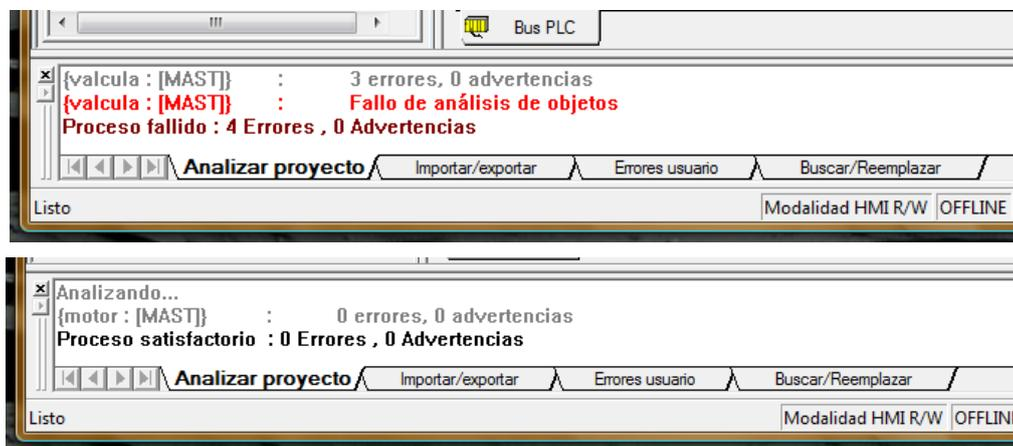

Figura 28. Botones de UnityPro para analizar y generar un proyecto.
- **Analizar proyecto.** Analiza un proyecto en busca de errores y conflictos. Si hay errores, la lista con los mismos se muestra en la ventana de estado y resultados, situada normalmente en la parte inferior de la aplicación, dentro de su pestaña Analizar Proyecto. Si el proyecto es correcto, en la pestaña Analizar Proyecto aparece un mensaje confirmándolo. La Figura 28 muestra ejemplos de estos dos casos.